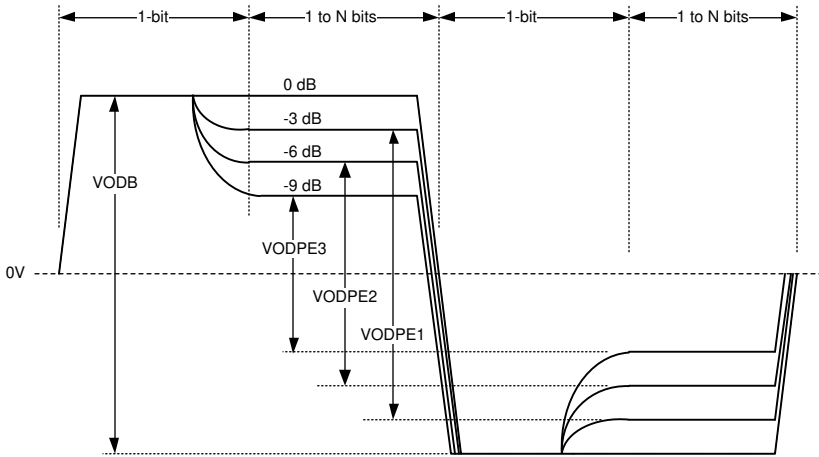

图 7-2. 驱动器预加重差分波形 (显示全部 4 个预加重级别)
输出驱动器具有预加重功能 (驱动器侧均衡)，用于补偿其驱动的回板的传输损耗。驱动器会调节输出信号，以便较低频率的脉冲和较高频率的脉冲在背板末端达到大致相同的振幅，从而尽可能减小由幅度视差引起的确定性抖动。DS40MB200 提供四个级别的用户可选预加重，即 0、- 3、- 6 和 - 9dB，可处理不同的背板长度。图 7-2 显示了驱动器预加重波形。预加重持续时间标称值为 200ps，对应于 4Gbps 时的 0.8 单位间隔 (UI)。开关侧和线路侧的预加重电平可以单独编程。